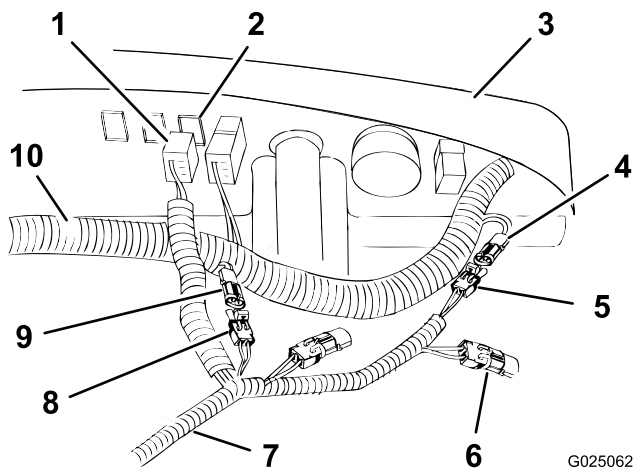

図 8
- メインのハーネスについているオプション用の 48 V コネクタを探し出して、付いているキャップを外す。この 48 V 出力用コネクタに、アクセサリ用ハーネスを 図 8 のように接続する。
7. スイッチ用のコネクタを、図 8 のようにダッシュボードのプラグの裏の位置におく。